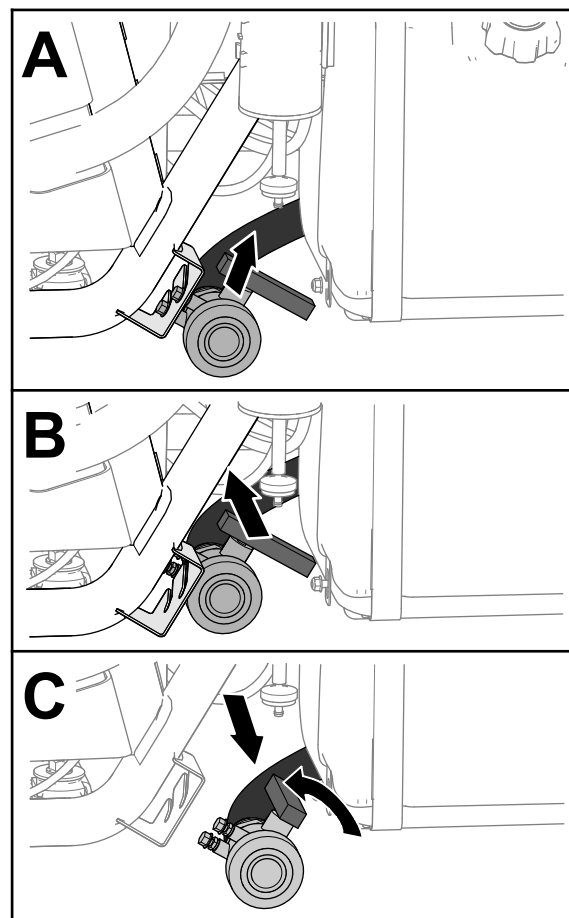

Figure 28
2. Trouvez l'emplacement du robinet de vidange de la cuve sur le côté gauche de la machine, devant le réservoir de carburant (Figure 28).
3. Soulevez le robinet et déplacez-le vers l'intérieur jusqu'à ce que les goujons de montage soient dégagés des fentes dans le support, puis déplacez le robinet vers l'arrière (Figure 28).
4. Alignez l'extrémité du robinet et le bac de vidange, et tournez la poignée dans le sens antihoraire à la position ouverte (Figure 28).
5. Lorsque la cuve est complètement vide, tournez la poignée du robinet de vidange à la position fermée et replacez le robinet sur son support (Figure 28).